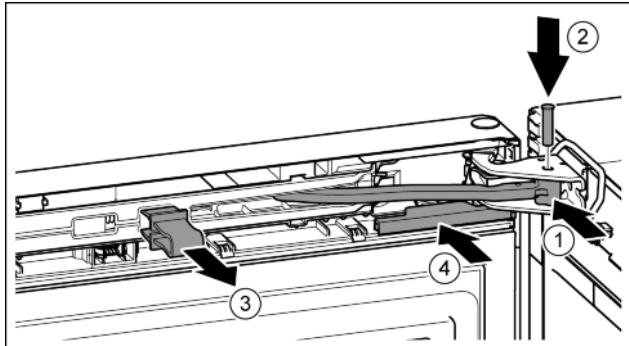

Fig. 22
► Okrenite zglob u podlošku ležaja. Fig. 22 (1)
► Umetnite svornjake u podložak ležaja i zglob. Pritom pazite da ispuštanje za blokiranje ispravno dosjedne u utor. Fig. 22 (2)
► Skinite osigurač. Fig. 22 (3)
► Nataknite pokrov. Fig. 22 (4)